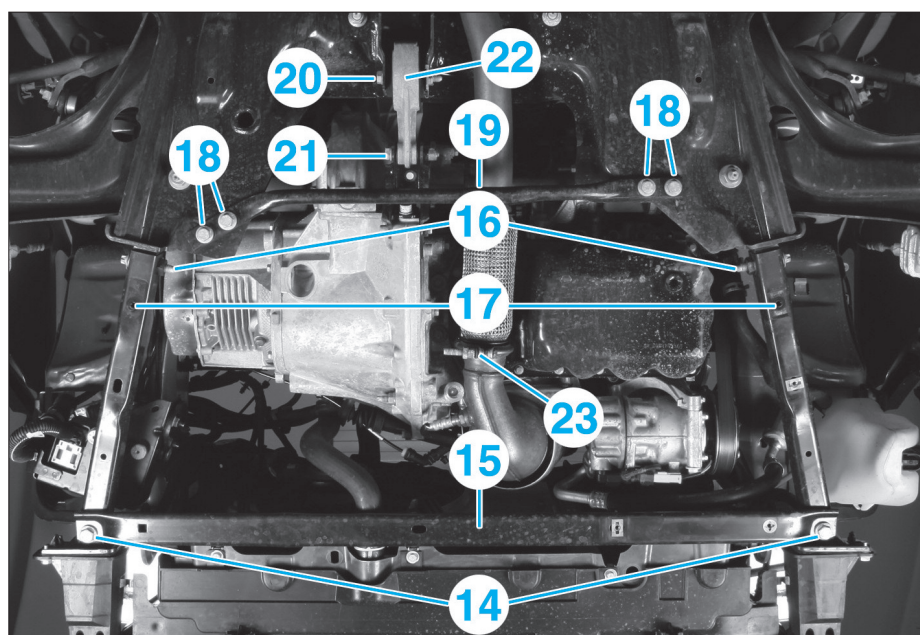

FIG. 68
- les vis de fixation (14) puis la traverse de renfort inférieur avant (15) (Fig.68),
- les vis de fixation (16) puis les renforts latéraux (17) gauche et droit,
- les vis (18) puis la barre antirapprochement (19),
- les vis (20) et (21) puis la biellette anticouple,
- le collier de fixation du tuyau d'échappement (23).